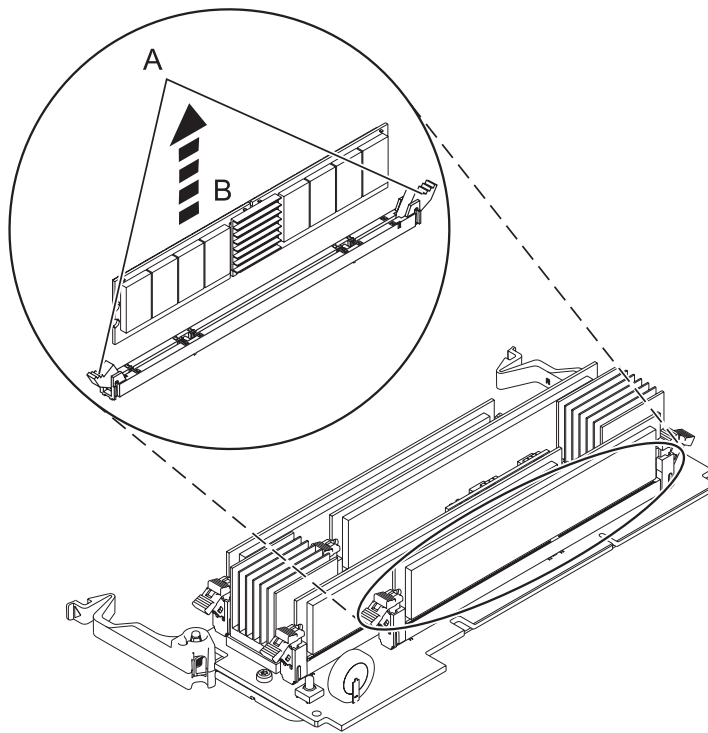

Figura 10. Extracció d'un mòdul de memòria
11. Traieu el mòdul de memòria del mode següent. Desbloqueu el mòdul de memòria empenyent les pestanyes de bloqueig (**A**) per tal que es quedin obertes, tal com es mostra a Figura 10 a la pàgina 20. Aixequeu el mòdul de memòria (**B**) i traieu-lo del connector. L'acció de palanca de les pestanyes fa que el mòdul de memòria surti del connector.